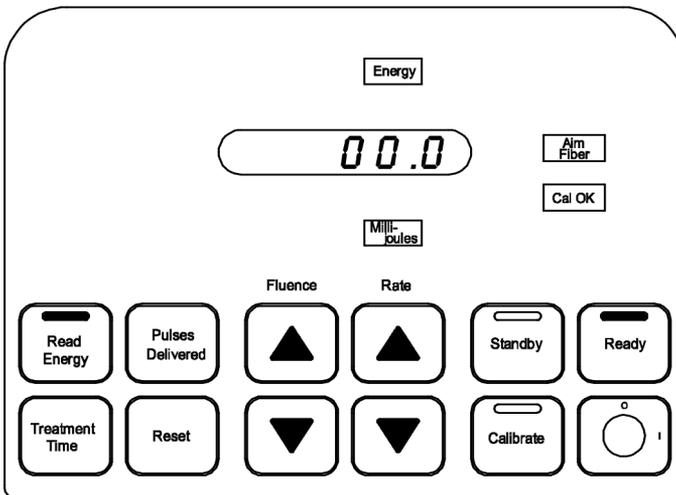

Figura 13
11. Presionar el botón **Read Energy** hace que la energía de salida de la fibra se vea en la ventana de visualización. Para hacer una lectura de la energía que proviene de la fibra, dirija la fibra al detector de calibración y presione el interruptor de pie. (Figura 13)